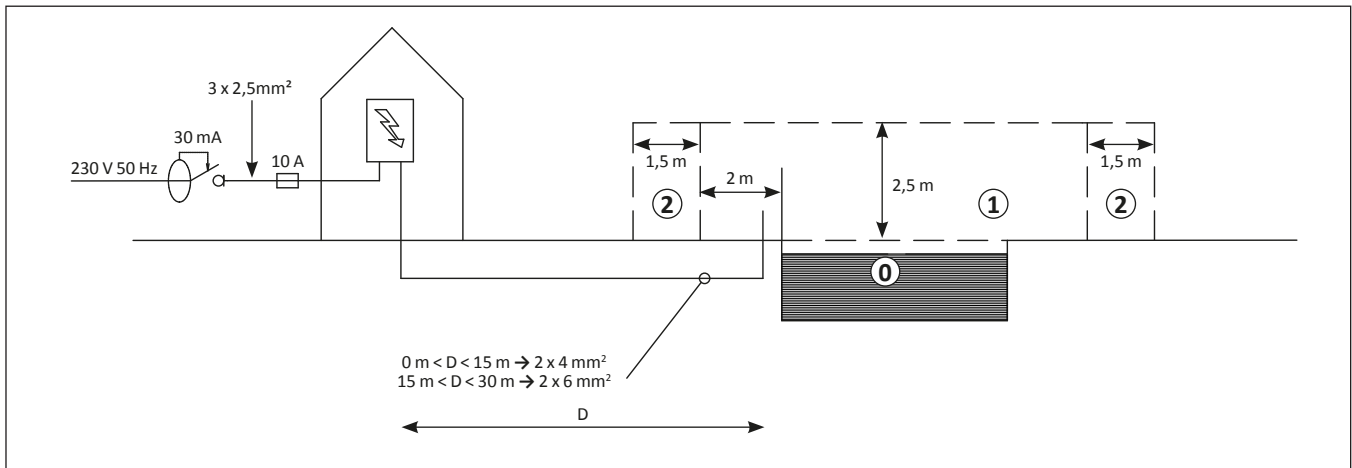

Abb. 1
1.1.1 Stromversorgung des Schaltkastens (Abb. 1)